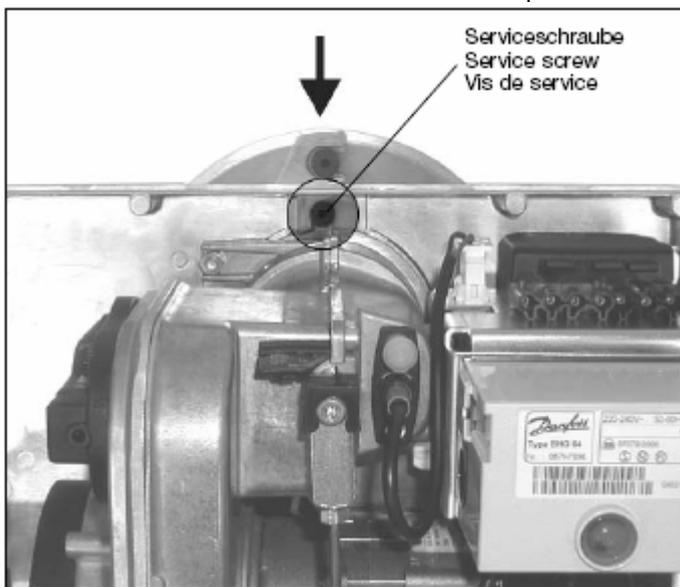

Рисунок 8
- Сервисный винт (см. рис. 8) и фланец с трубкой горелки отпущены для снятия.
Отпустите сервисный винт на пол оборота при помощи 4 мм. шестигранного торцового ключа (см. рис. 8). Поверните горелку влево и отсоедините ее от трубки горелки. После этого замените ее в нерабочем положении.
- Отпустите винт 2 при помощи 4 мм. шестигранного торцового ключа и снимите дефлектор (см. рис. 8).